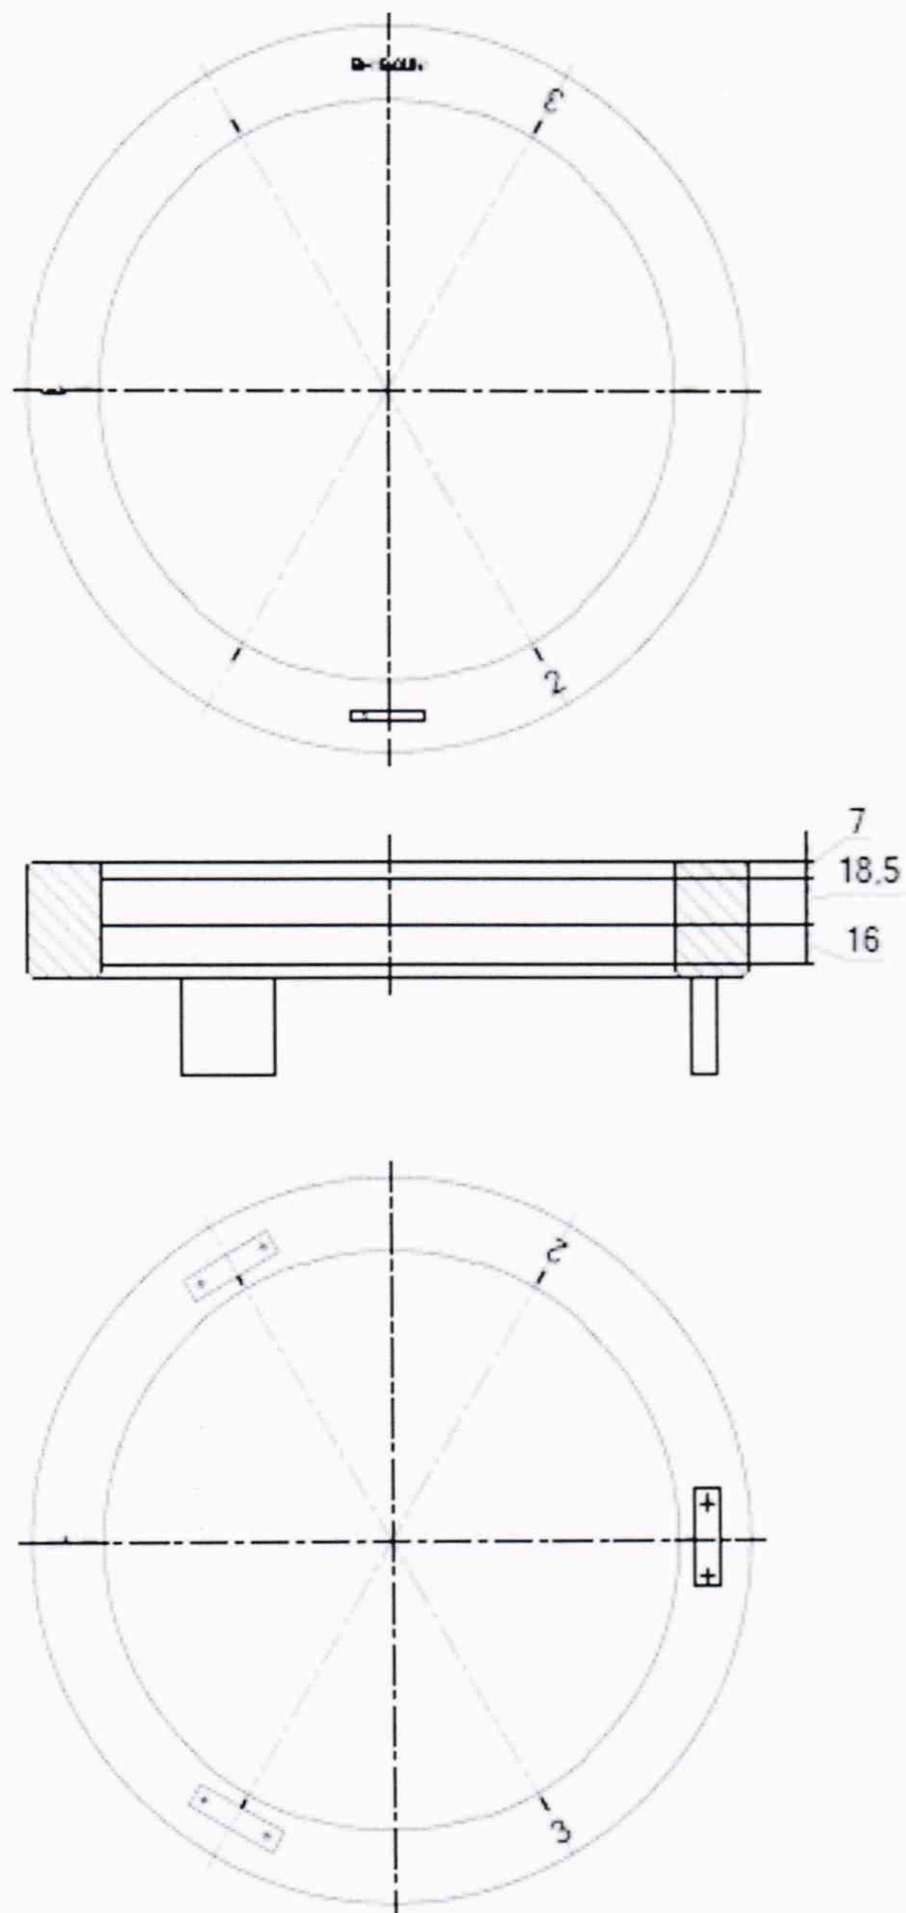

Рис. 1
4.1 Мера для настройки и поверки приборов модели БВ-7754.00.047 изготавливается в виде кольца с отверстием определенного диаметра и лысками (см. рис. 1), которые обеспечивают еще два значения диаметра кольца (номинальные значения внутренних диаметров указаны в табл. 1), формирующими рабочую поверхность. Сечения меры обозначаются как «1» (минимальная), «2» (номинальная) и «3» (максимальная). Номинальное сечение меры используется для настройки на номинальный размер, а минимальное и максимальное значения меры используются для проведения поверки приборов.
Мера БВ-7754.00.047 имеет номинальный диаметр 240 мм. На торце меры нанесены три риски 1, 2, 3 через 120° , обозначающие поверяемые сечения для минимального, номинального и максимального диаметра соответственно. В каждом сечении измерение диаметра производится в трех положениях по высоте (Рисунок 1).